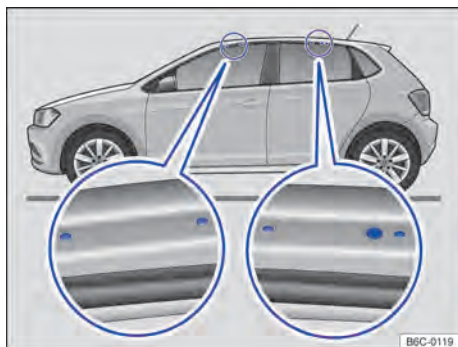

Fig. 157 Pontos de fixação dos suportes de base do bagageiro do teto (ambos os lados).
Os furos ou marcações dos pontos de fixação dos suportes de base ficam visíveis com a abertura das portas (dianteiras e traseiras) do veículo e encontram-se no lado nas vigas do teto → Fig. 157 (lupa). Os furos ou marcações para fixação atrás encontram-se no lado inferior das vigas do teto → Fig. 157 (lupa direita).
- Fixar os suportes de base somente nas marcações indicadas na figura → Fig. 157.